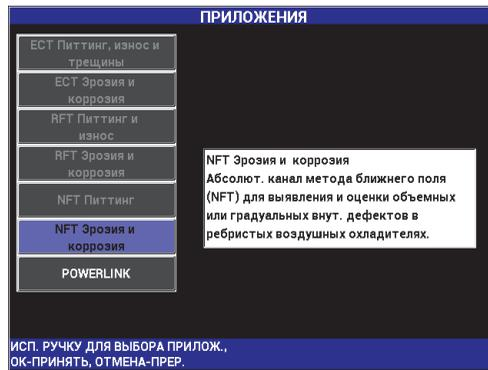

Рис. 5-234 Приложение NFT Эрозия и коррозия
- Выберите **ПРОДОЛЖ.** (нажмите клавишу A), чтобы открыть меню выбора приложений, затем с помощью ручки регулятора выберите **NFT Эрозия и коррозия** и нажмите ✓ для принятия (см. Рис. 5-234 на стр. 308).